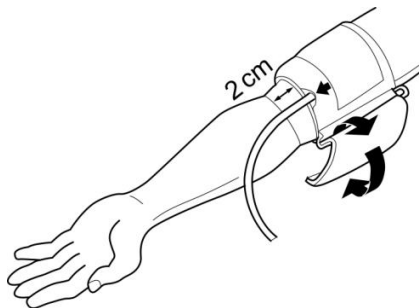

Abb. 8: Richtige Position der Blutdruckmanschette
- 5) Bringen Sie die Blutdruckmanschette in die richtige Position (siehe Abb. 8):